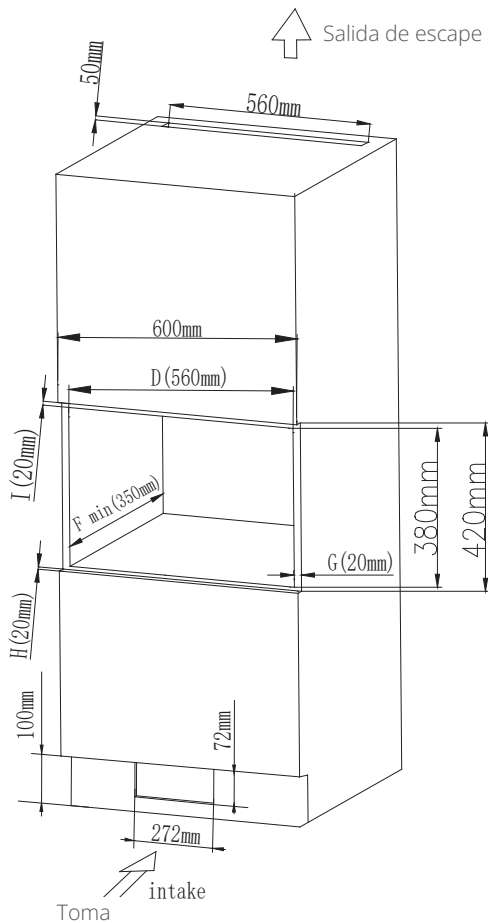

Fig.5
Tamaño de apertura: (D) 560±2 x (E) 380±2 x (F) min 350±2 (mm) como se muestra en la Fig. 5 "D", "E" y "F".